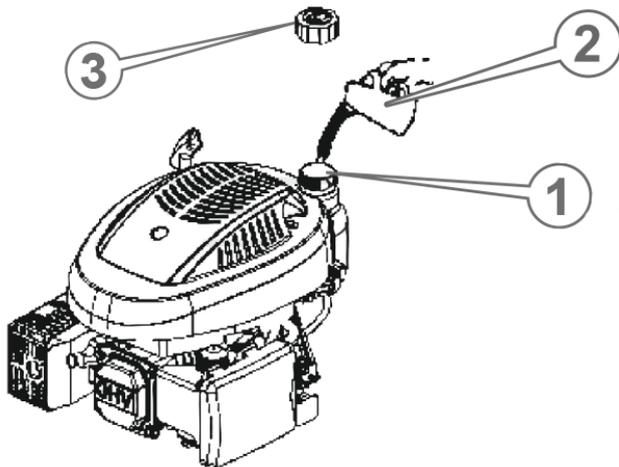

Рисунок 4. Схема заправки паливом.
2. Відкрутити кришку заливної горловини паливного бака (1, рис. 4).
3. Влити в паливний бак необхідну кількість палива через металеву ліжку (2, рис. 4) без витоків на корпус.